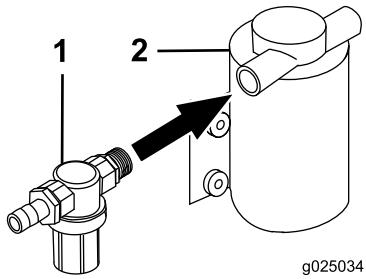

Figura 12
- Sujete el conjunto del filtro de presión a la bomba de enjuague (Figura 12).